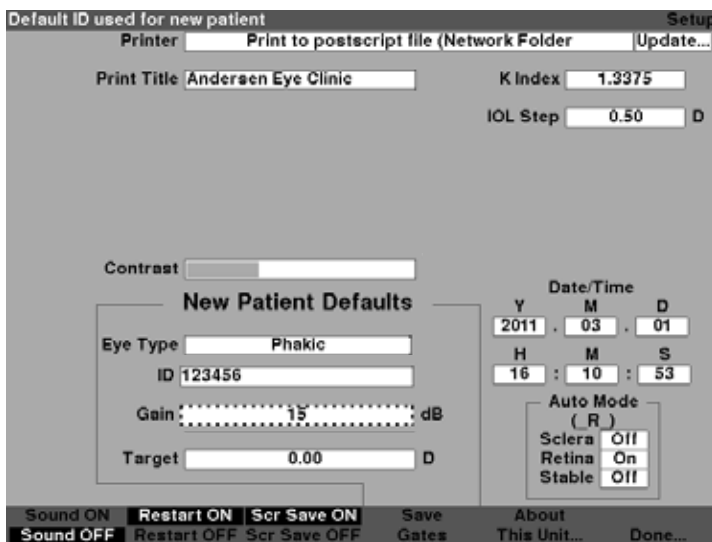

Figura 5-50 Campo de Ganho padrão selecionado
2. Pressione o botão giratório ou o botão $\sqrt{\quad}$ para ativar o campo, indicado pela borda tracejada conforme mostrado na Figura 5-50.